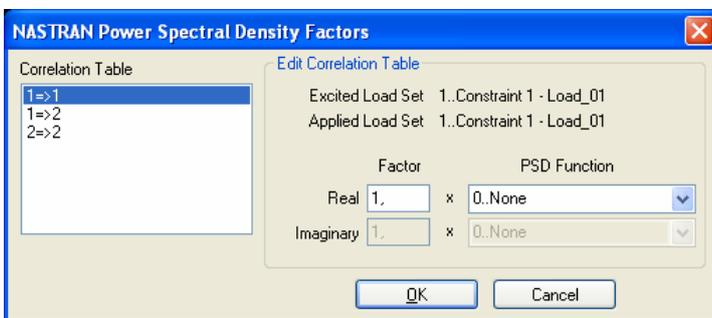

Рис.7.9. Диалоговая панель для задания корреляционных связей
- если было подключено два или больше наборов нагрузок, то с помощью кнопки „**Edit...**” можно настроить подраздел „**NASTRAN PSD Correlations**” в разделе „**Options**”. Появится диалоговая панель „**NASTRAN Power Spectral Density Factors**” (см. рис.7.9) для задания корреляционных связей между наборами нагрузок (**Load Set**). Нужно в поле „**Correlation Table**” выбрать одну из строк. Номера в строке этой таблицы отвечают назначенной нагрузке. Когда случаи – одинаковые (например, 1=>1, 2=>2), нужно в секции „**Edit Correlation Table**” задать весовой коэффициент (**Factor**) и выбрать PSD-функцию (из списка заранее созданных) только для действительной (**Real**) части. А когда случаи разные (например, 1=>2), необходимо определиться, будут коррелировать эти случаи, или нет. Чтобы задать корреляцию, нужно в секции „**Edit Correlation Table**” задать весовые коэффициенты (**Factor**) и выбрать PSD-функции для действительных (**Real**) и мнимых (**Imaginary**) частей;